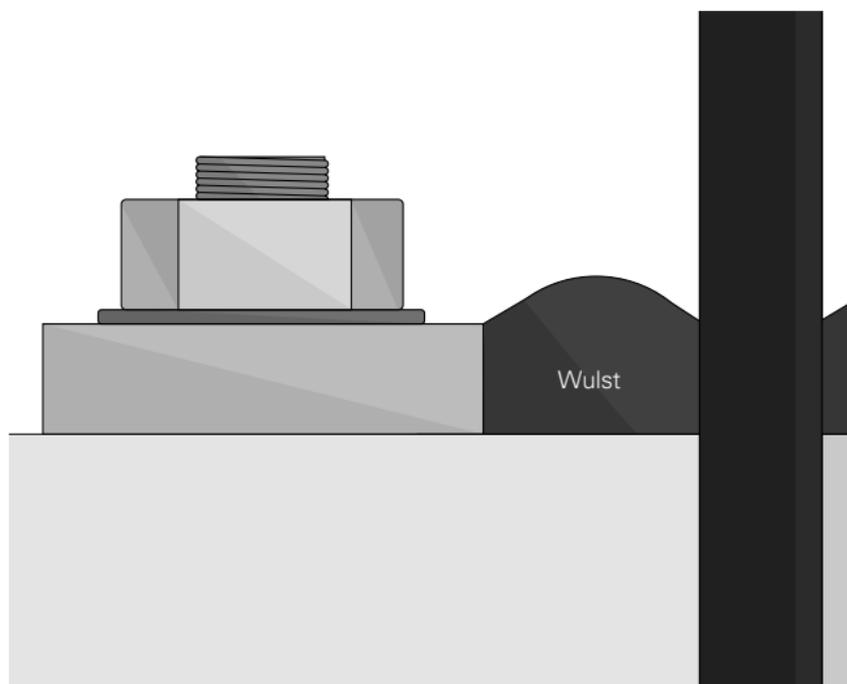

Bild 2
Sichtkontrolle über Wulstbildung an den Rändern der Dichtung bis über den Pressflansch (siehe Bild 2).
- 9 Muttern des Dichteinsatzes wechselseitig anziehen, bis sich die gelbe Elastomer-Wulst über den Stahlpressflansch ausbildet (siehe Bild 2)